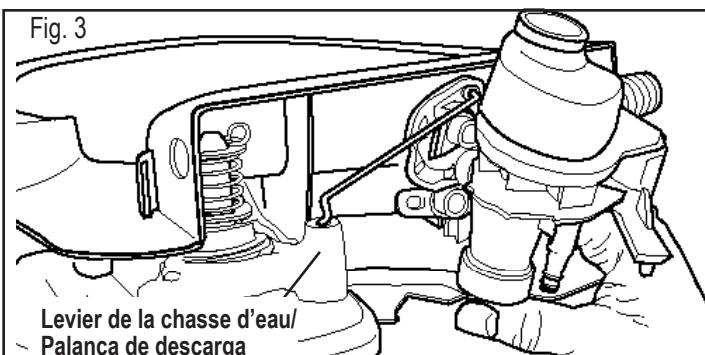

Fig. 3
7. Slide Water Module out of track (Fig. 3).
8. Lift Water Module upward until Link is free from Flush Lever (Fig. 3).
7. Glissez le module d'eau hors des rails (Fig. 3).
8. Levez le module d'eau jusqu'à ce que le raccord de liaison se libère du levier de la chasse d'eau (Fig. 3).
7. Corra el módulo de agua para sacarlo de su guía (fig. 3)
8. Levante perpendicularmente el módulo de agua hasta que la varilla de conexión se zafe libre de la palanca de descarga (fig. 3).